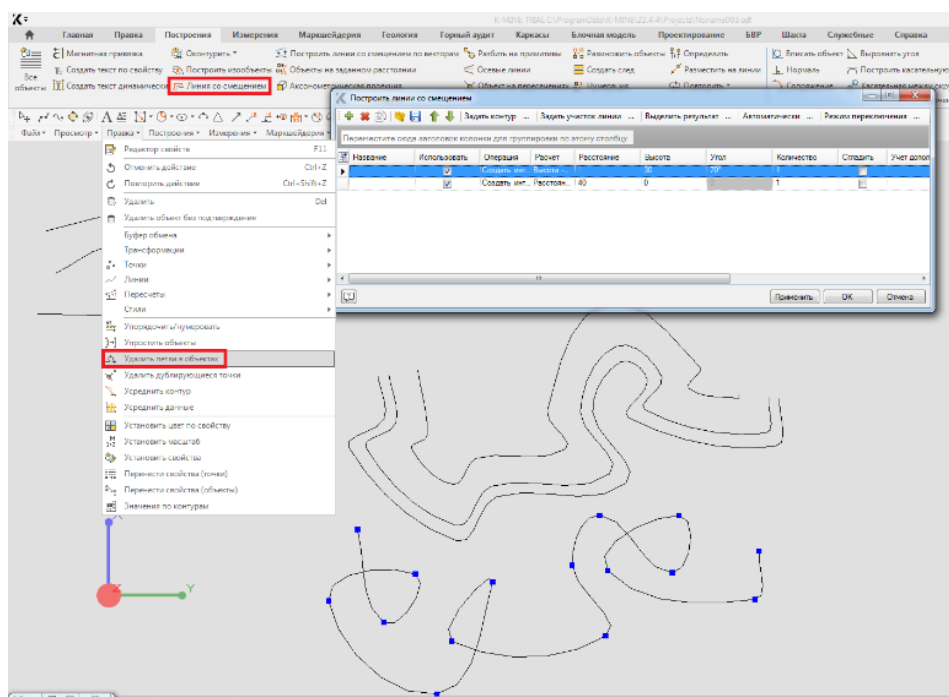

Рисунок 3.1. Приклад виконання завдання 3
3. Намалюйте довільний сплайн з петлями. За допомогою процедури видалите петлі в цьому сплайні. Потім проведіть побудову однієї бровки із зсувом на 30 м всередину, а інший на 40 м назовні (рис.3.1).